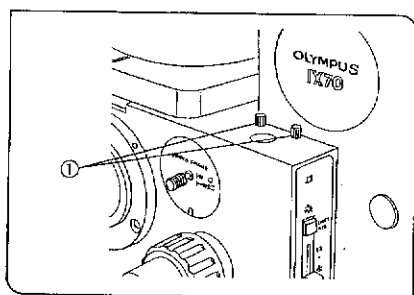

図 22
(図22～29)
◎コンデンサに付属の光学素子心出しつまみ①は、顕微鏡鏡体に設けてある専用収納穴に入れておくとなさず便利です。(図22)